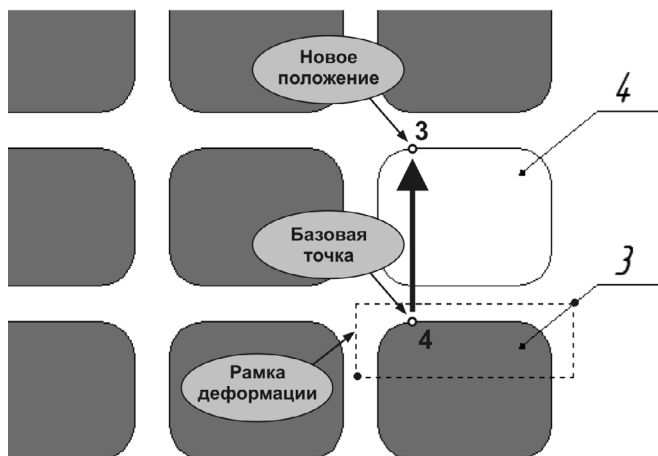

Рис. 39.29. Увеличение размера клавиши
1. Увеличьте правый нижний угол калькулятора, как это показано на рис. 39.29. Постройте вспомогательную точку на клавише 4 (точка 3).
3. Нажмите кнопку **Деформация сдвигом** на панели **Редактирование**. Сформируйте рамку деформации, как это показано на рис. 39.29.